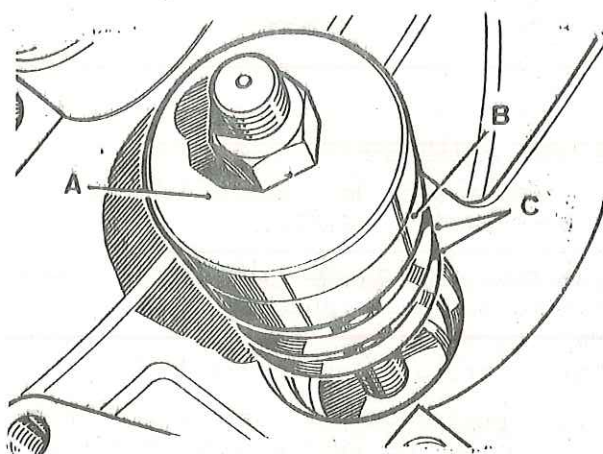

Fig. E-79 Arandelas-suplemento y montaje de la pista del cojinete de cabeza
- 3.2.3. Las arandelas-suplemento seleccionadas, C (Fig. E-79) se situarán en el asiento para la pista del cojinete de cabeza del puñón de ataque.